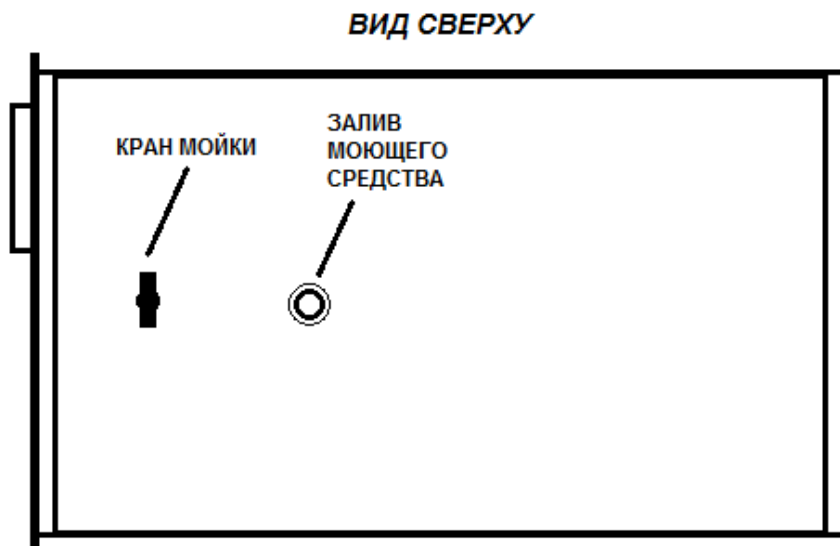

Рис. 6. Вид сверху Гидрофилтра Ятаган «Safe Fire»
- 2.2. Отвинтите крышку на штуцере залива моющего средства (Рис. 6)
- 2.4. Откройте кран мойки (рис. 6)
2.5. Спустя 1 час закройте кран мойки (Рис. 6)